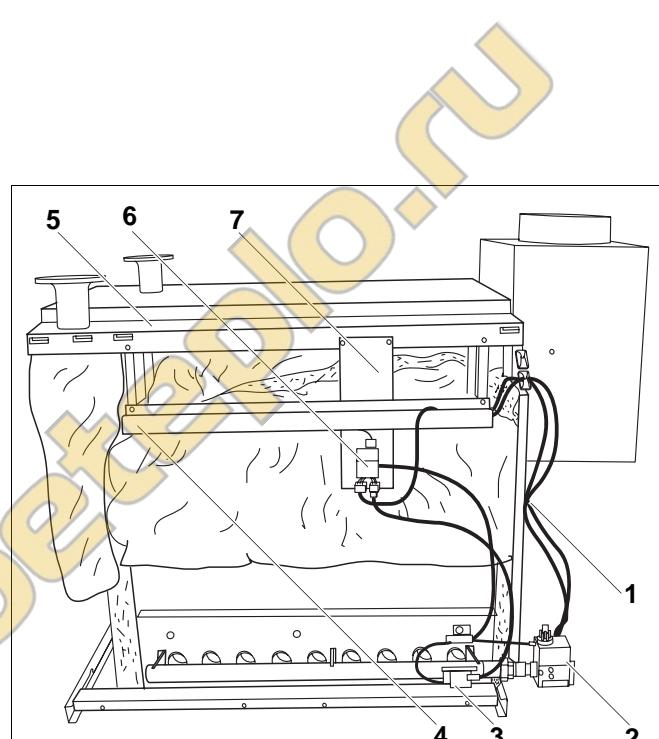

Рис. 68 Аналоговый блок управления горелкой
- Прикрутить опорную пластину блока управления горелкой (рис. 68, поз. 7) двумя винтами с плоской головкой 3,9 x 9,5 на боковые крышки котла (рис. 68, поз. 5).
- Соединить блок управления горелкой (рис. 68, поз. 6), газовую арматуру (рис. 68, поз. 2), тактовое устройство розжига (рис. 68, поз. 3) и контролирующий электрод согласно электрической схеме.
- Выполнить соединения между блоком управления горелкой (рис. 68, поз. 6), системой управления и дополнительной системой управления в соответствии с прилагаемой электросхемой.
- Провода от блока управления горелкой (рис. 68, поз. 6) к системе управления прокладываются в кабельном канале (рис. 68, поз. 4), затем вставляются в отверстие на передней крышке котла.
- Провода между газовой арматурой (рис. 68, поз. 2) и блоком управления горелкой (рис. 68, поз. 6) крепятся фиксатором (рис. 68, поз. 1) к задней стенке и проводятся в кабельном канале (рис. 68, поз. 4).